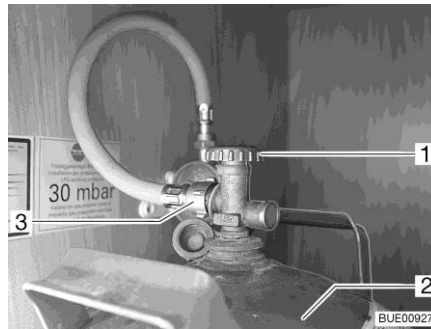

Bild 176 Gasbox
- Stäng huvudavstängningsventilen (Bild 176,1) på gasflaskan (Bild 176,2). Beakta pilriktningen.
- Skruva loss gasslangen (Bild 176,3) från gasflaskan.